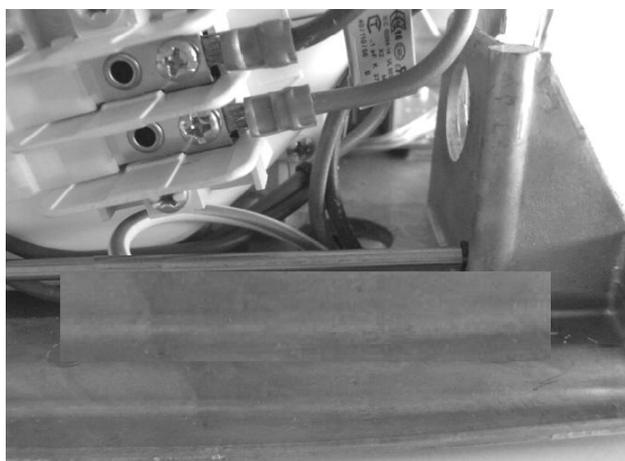

Fig.5
6. Introdurre i cavi di alimentazione nel presa cavo montato sulla base dell'asciugamani e serrare fino a bloccarlo in modo permanente e collegare i cavi di alimentazione L-N alla relativa morsettiera. (fig.5).